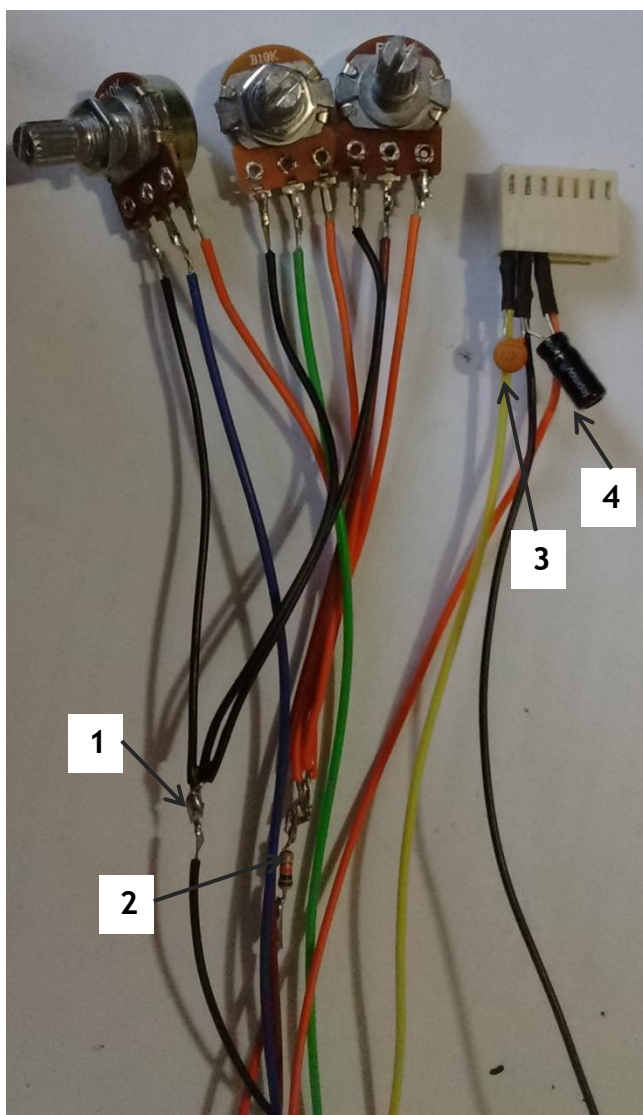

Figura 35 - Conexão 7 (9 fios da esquerda) e conexão 8 (3 fios da direita) - Detalhe.
3. Fazer cabos e conectores dos potenciômetros e do sensor de pressão conforme Figura 34 e Figura 35